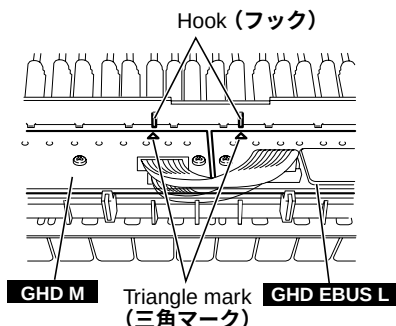

Fig. 26 (図26)
- * **When installing the circuit boards, set it under hooks to align the triangle marks of the circuit board and projection parts of the frame as shown in figure 26.**
- ※ GHD M/GHD EBUS Lシートを取り付ける際は、フレーム裏側にあるフック位置と基板の△マークが一致していることを確認してください。(図26)